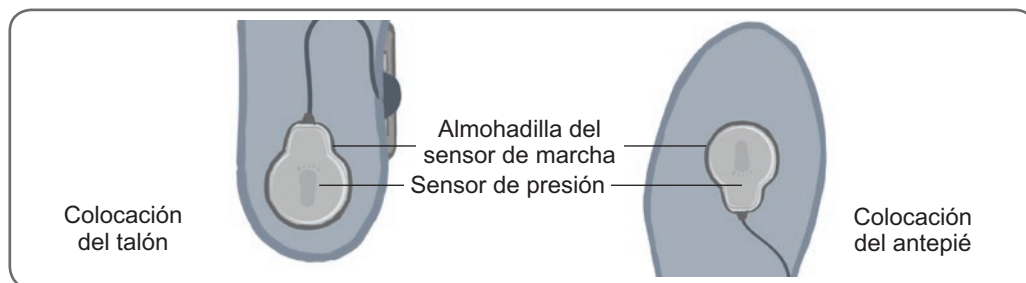

Ilustración 6-18: Colocación del sensor de pie en el calzado
3. Para determinar la posición del talón, dirija el cable del sensor de pie hacia la punta del calzado. Para determinar la posición del antepié, dirija el cable del sensor de pie hacia el talón del calzado. A continuación, sujete el sensor de presión a la almohadilla del sensor de pie. Consulte la ilustración 6-18. Consulte la imagen del pie del sensor de presión para comprobar la colocación correcta.